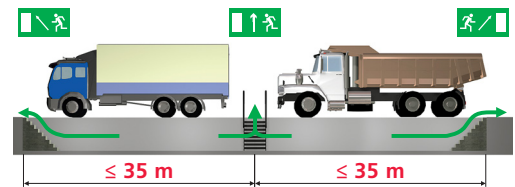

Bild 3
- 4 Sind die Notausstiege (Treppen, Notausstiegstreppen) so angeordnet, dass von jedem Standort aus der Weg zum nächsten Notausstieg max. 35 m beträgt? (Bild 3)